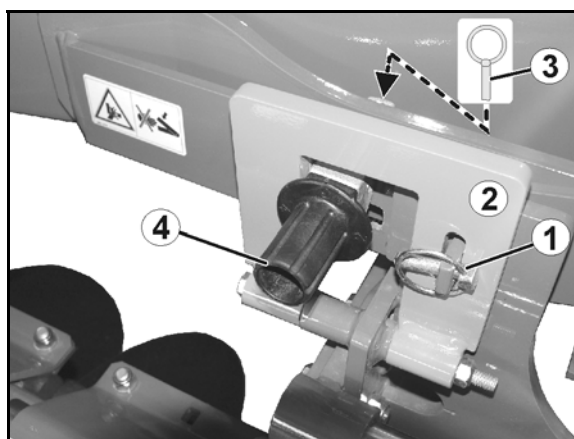

Bild 41
1. Lossa låssprinten till låsbygeln (Bild 41/1).
2. Fäll ner låsbygeln (Bild 41/2).
4. Lossa excenterbultens låssprint (Bild 41/3).
5. Sätt in excenterbulten (Bild 41/4) i önskat hål.
1. Lossa låsbygelns fjädersprint (Bild 41/1).
2. Fäll ner låsbygel (Bild 41/2).
3. Lossa excenterbultens låssprint (Bild 41/3).